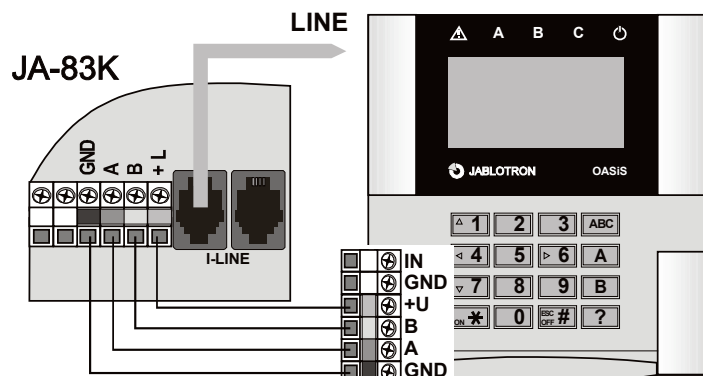

Abb. 1 Verbindung der Tastatur mit der Zentrale
- Bei der Installation der Tastatur auf die endgültige Stelle verwenden Sie immer einen Kabel mit gedrehten Paaren (+U GND und A B, Länge max. 100m). Es werden miteinander die gleichen Busklemmen in der Zentrale und der Tastatur (Abb. 1) verknüpft (GND, A, B, +U).